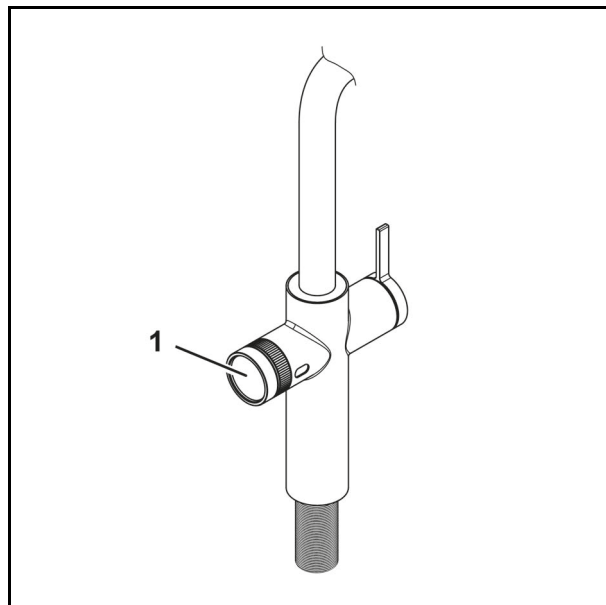

Abb. 26 Start/Stopp
1. Drücken Sie den Taster "Start/Stopp" (Abb. 26/1) einmal, um die Abgabe von Wasser auszulösen.
2. Drücken Sie den Taster "Start/Stopp" (Abb. 26/1) erneut, um die Abgabe von Wasser zu beenden.